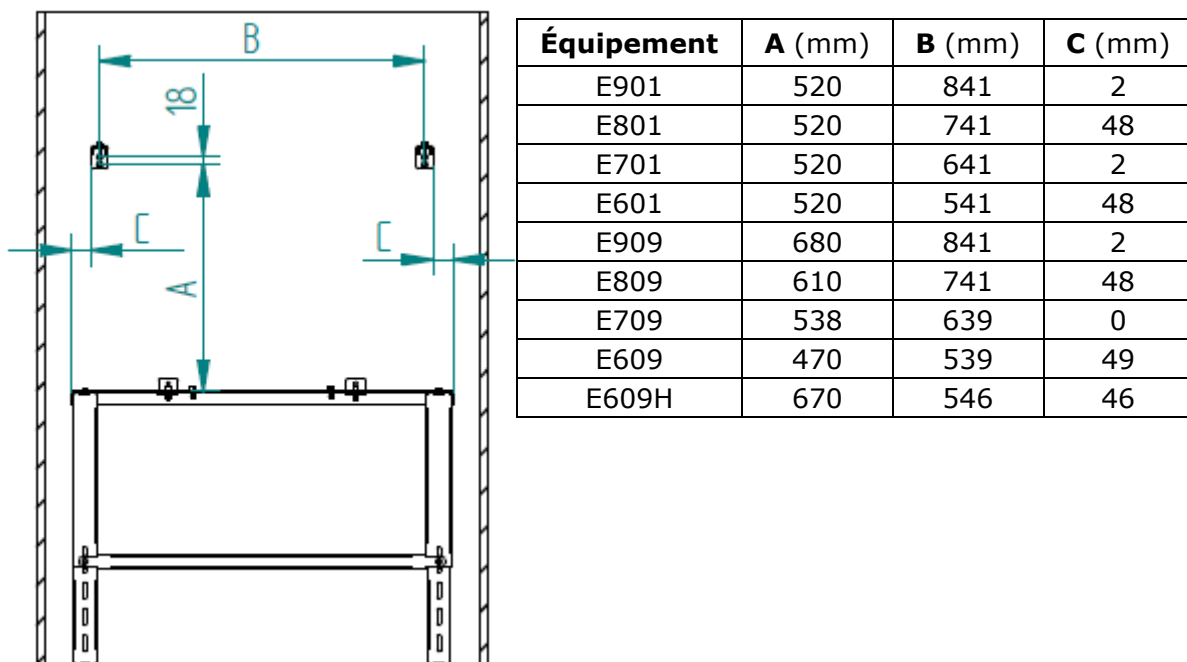

Figure 8 - Montage de la table auxiliaire
7. Après avoir fixé la table au sol et au mur, il faut percer les trous pour la douille FIP M8x60 Ø10mm Chemical, pour les supports supérieurs (article PA1090G053), selon les mesures indiquées, Figure 8.